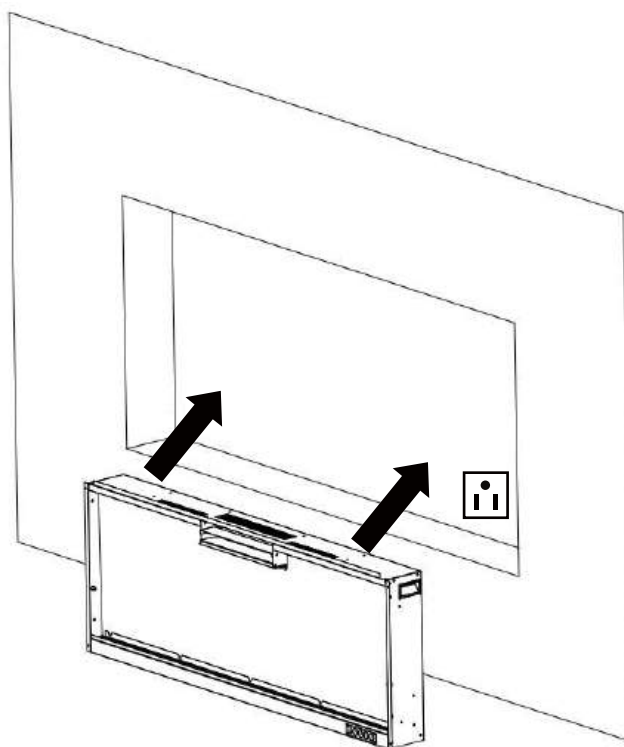
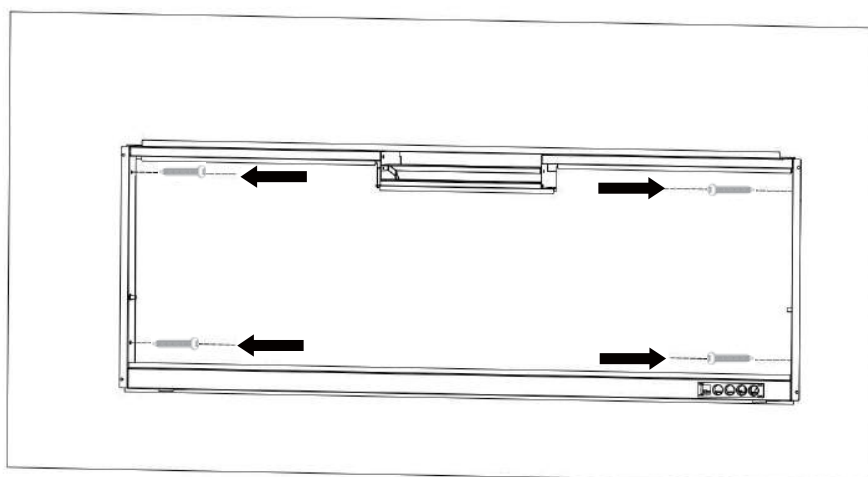

Fig. 2-3
Fig. 2-4
E. Lassen Sie den Kamin von zwei erwachsenen Personen anheben und in den Einbaurahmen einsetzen und dann mit 4 Holzschrauben (**B**) in den Löchern befestigen (**Abb. 2-3, Abb. 2-4**).